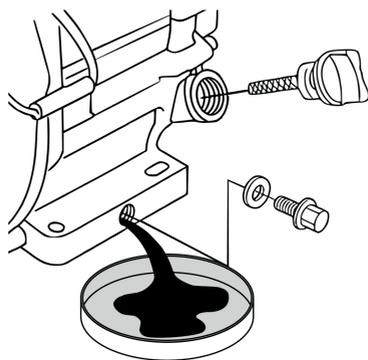

Рисунок 17. Замена масла в двигателе
4. Очистите от загрязнений крышку-щуп и зону вокруг маслозаливной горловины. Извлеките крышку-щуп из маслозаливной горловины (Рис. 17) и протрите щуп чистой ветошью.
5. Откройте пробку для слива масла и слейте отработанное масло в подготовленную для этого емкость (Рис. 17).
1. Отстегните крышку и снимите крышку воздушного фильтра (Рис. 17).